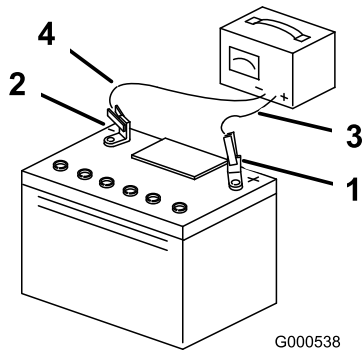

Bild 53
4. Wenn die Batterie voll geladen ist, ziehen Sie den Stecker des Ladegeräts aus der Dose. Klemmen Sie dann die Klemmen des Ladegeräts von den Batteriepolen ab (Bild 53).